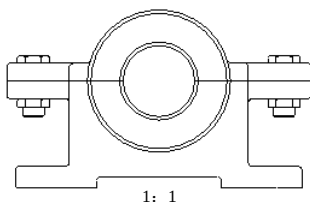

图 3.12.37 主视图
Step2. 在系统 选择绘图视图的中心点。的提示下，在屏幕图形区选取一点，在弹出的“绘图视图”对话框中，设置视图方位为“FRONT”，比例值为 1.0，视图显示模式为 消隐，切线显示模式为 无，设置完成后单击 确定按钮，主视图如图 3.12.37 所示。